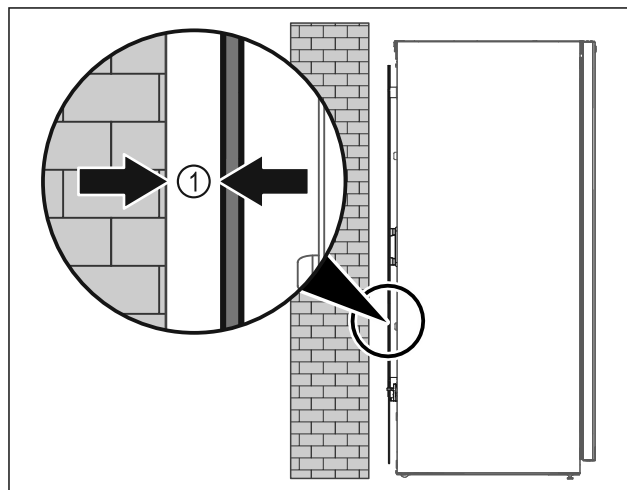

Fig. 8
- 冰箱可以自由放置在房间内，也可以直接靠墙壁放置，最小距离 5 mm Fig. 8 (1)。